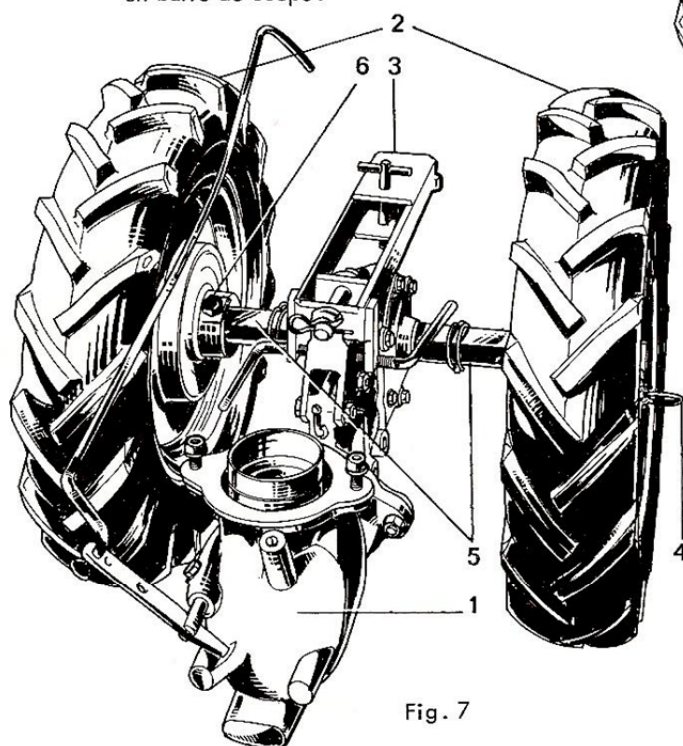

Fig. 7
La transformation en motoculteur (fig. 7) comprend :
Fig. 7 bis
- Le cliquet de chaque roue peut se régler dans 4 positions différentes (voir réglage des moyeux à cliquets page 34) au moyen d'une épingle (4 - fig. 7).
- Deux 1/2 arbres six pans (5 - fig. 7) relient le carter fraiseur à chaque moyeu de roue.
- Une vis de blocage (6 - fig. 7) arrête la roue dans la position désirée par l'utilisateur.
L'un et l'autre se fixent sur le carter fraiseur en position horizontale au moyen d'une ferrure et d'une broche (1 - fig. 7 bis) verrouillée par une épingle (2 - fig. 7 bis).
Les vis à manette (3 - fig. 7 bis) servent au réglage d'aplomb des outils (voir page 36 guide de labour).
La broche verticale (4 - fig. 7 bis) sert soit à la fixation de la charrue sur l'attelage simple, soit à la fixation du dispositif de vis de réglage de profondeur.